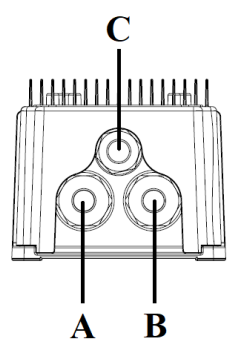

Рис.7
Подключение осуществляется через вводную коробку драйвера, установленного на прожекторе (рис.7). Для подключения прожектора к сети питания, необходимо открутить винты фиксации крышки вводной коробки (рис.8), снять крышку вводной коробки, продеть трехжильный кабель питания (L, N, PE) через кабельный ввод «А». Присоединить кабель к клеммам питания и заземления (L (LN) – коричневый, N (NT) - голубой, PE (PE1) – желто-зеленый). Затянуть кабельный ввод «А» с усилием 5 Н*м. При межфазном подключении к сети 380В, использовать клеммы L (LN) и N (NT), L - L1, N - L2. Рекомендуемый диаметр кабеля питающей сети 13-18 мм. Сечение жилы 1,5-2,5 мм².